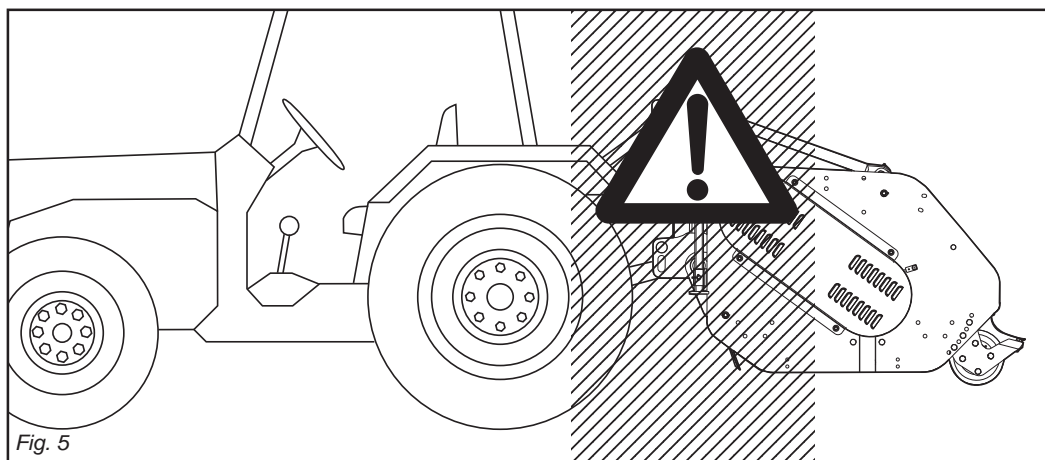

Fig. 5
- 27) È assolutamente vietato interporre tra il trattore e la macchina (Fig. 5) con motore acceso e cardano inserito nonché senza aver azionato il freno di stazionamento. Mantenersi ad una distanza di sicurezza dalla macchina in lavoro, per possibili lanci di corpi contundenti.
- 30) È assolutamente vietato interporre fra il trattore e l'attacco della macchina per manovrare il comando dall'esterno per il sollevamento (Fig. 5).
- 27) *It is absolutely forbidden to stand between the tractor and the implement (Fig. 5) when the engine is running and the cardan shaft is engaged without having first engaged the hand brake. Keep a safe distance from the shredder at work to avoid being hit by possible flying stones, etc.*
- 30) *It is absolutely forbidden to stand between the tractor and the implement when manoeuvring the lift control from the outside (Fig. 5).*
- 27) Este absolut interzisă interpunerea între tractor și utilaj (Fig.5) cu motorul pornit și cardanul introdus, fără a fi acționată frâna de staționare și a așeza, sub roți, un cep sau o piatră de blocaj. Păstrați o distanță de siguranță față de mașina în lucru, pentru a evita eventualele aruncări cu corpuri contondente.
- 30) Pentru a executa operația de ridicare din exterior, este absolut interzisă punerea între tractor și atașare (Fig. 5).